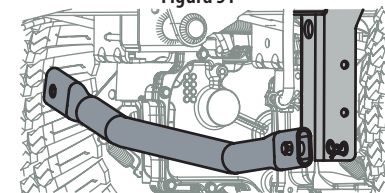

Figura 52
- Extraiga el pasador de chaveta con unión curva que está del lado izquierdo de la barra, que conecta la barra con el soporte del bastidor. Consulte la Figura 52.